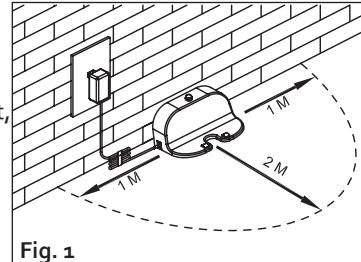

Fig. 1
- Zorg ervoor dat aan de linker- en rechterkant van het laadstation min. 1 m vrije ruimte is. Voor het laadstation moet er minstens een vrije ruimte zijn van 2 m (Fig. 1). Als dit niet het geval is, is het mogelijk dat de stofzuiger, wanneer hij gaat opladen, het laadstation niet kan vinden.